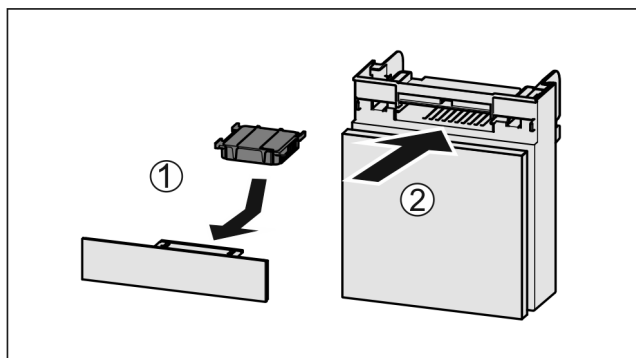

Fig. 141
- ▶ Вставити фільтр з активованого вугілля за малюнком Fig. 141 (1).
- ▶ Вставити відділення Fig. 141 (2).